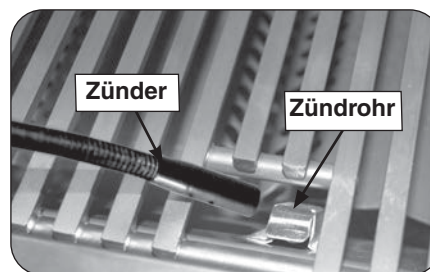

Abb. 28-2 - Von Hand anzünden
2. Halten Sie entweder ein brennendes langes Feuerzeug oder einen brennenden langstieligen Streichholz durch die Grillrostöffnung an der Spitze vom Zündrohr. (Abb. 28-2). Bei hinteren Brennern halten Sie die Flamme auf die Oberfläche vom hinteren Brenner.
4. Wenn ein Brenner nicht innerhalb von fünf (5) Sekunden nach dem Drehen des Regelknopfs zündet, **drücken Sie ihn nieder und drehen Sie ihn auf die Position AUS**. **WARTEN SIE FÜNF (5) MINUTEN**, bevor Sie die Schritte 2 bis 4 der Anweisungen zum ANZÜNDEN VON HAND wiederholen.